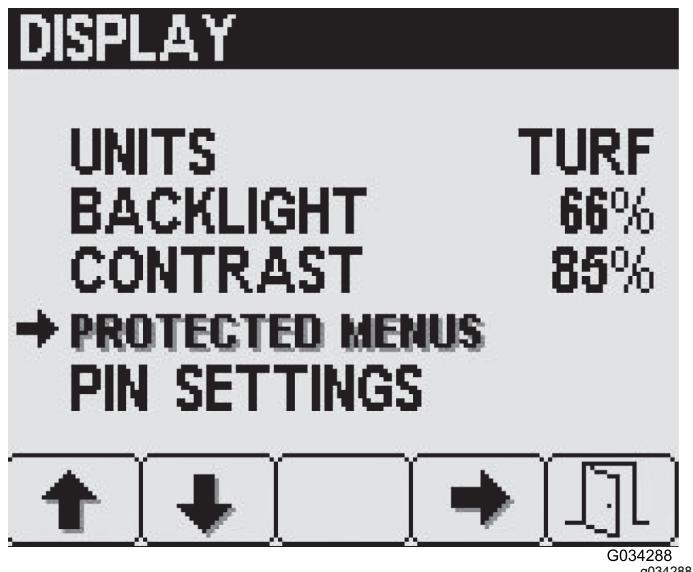

Figura 22
- Premete il pulsante 2 sulla schermata Impostazioni display fino a raggiungere Menu protetti, poi premete il pulsante 4 per selezionare Menu protetti (Figura 22).
- Premete il pulsante 2 fino a raggiungere l'elemento del menu protetto desiderato (Figura 22).